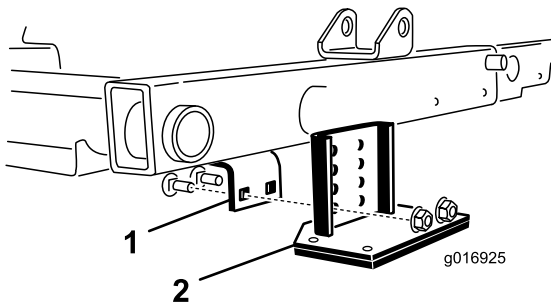

Figura 30
- 2. Localice el soporte del bastidor encima de la unidad de corte central (**Figura 30**).
- 3. Presione hacia abajo sobre el rodillo delantero de la unidad de corte central, y determine qué taladros del soporte basculante quedan alineados con los taladros del soporte del bastidor para obtener el mismo contacto del rodillo al instalarse el soporte basculante (**Figura 30**).
4. Baje las unidades de corte y monte el soporte basculante en el bastidor con los 2 pernos de cuello cuadrado y las 2 tuercas suministrados con el kit (Figura 30).